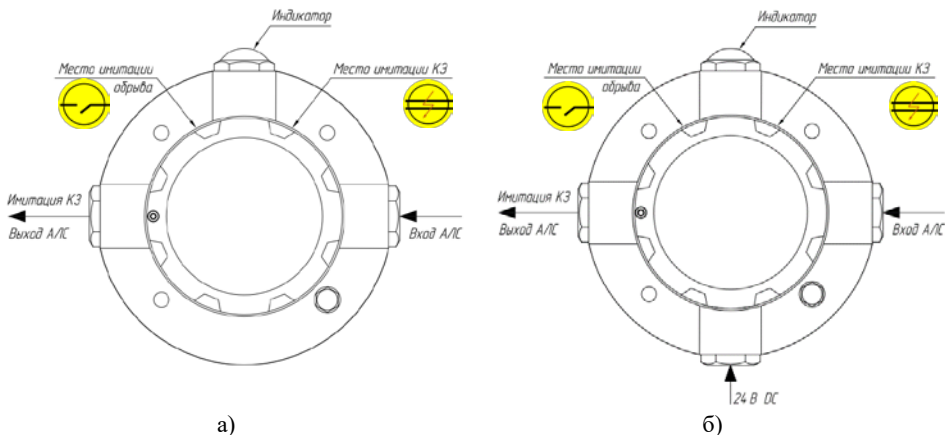

Рисунок 1 – Внешний вид ИМ-Ех-П с обозначением мест инициации:
1.3 ИМ-Ех-П предназначен для работы в четырехпроводных линиях связи (интерфейс и электропитание 24 В DCУ; модификация в тройниковом ККВ с двумя кабельными вводами для подключения линий связи, рисунок 1 а), либо двухпроводных линиях связи, но с подключением отдельной линии электропитания 24 В DC (модификация в крестообразном ККВ с тремя кабельными вводами для подключения линий связи, рисунок 1б).
1.5 Принцип работы ИМ-Ех-П заключается в следующем. При поднесении постоянного магнита (находится в комплекте) к корпусу устройства в обозначенной точке размещения геркона (рисунок 1) происходит его замыкание и инициация срабатывания контактных групп реле, которые имитируют короткое замыкание на выходе АЛС от клеммной колодки ХТ1, т.е. слева от имитатора (см. рисунок 1). Индикатор состояния загорается красным цветом. Далее магнит убирается и реле возвращается в исходное состояние. Индикатор гаснет. Обрыв имитируется аналогично при поднесении постоянного магнита к корпусу устройства в другой обозначенной точке. При имитации обрыва индикатор загорается зеленым цветом.